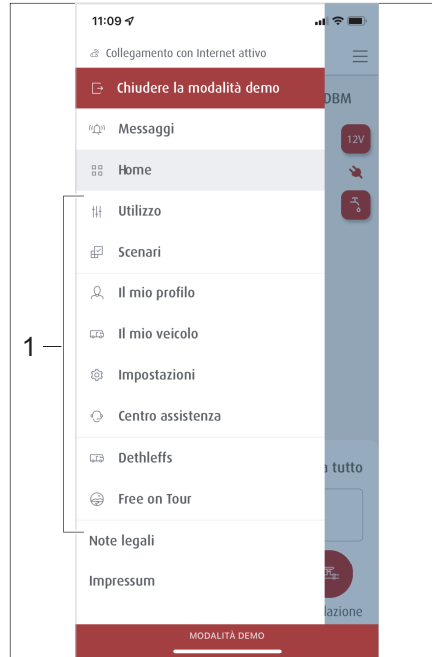

Fig. 290 Sottomenu
- Digitare, nell'area menu, il simbolo ☰. Vengono visualizzati i sottomenu (Fig. 290,1).
- Digitare nell'area menu *Scenari* (Fig. 290,1).
- Selezionare nei sottomenu (Fig. 290,1) il menu *Utilizzo*.
- Selezionare, nei sottomenu, (Fig. 290,1) il menu *Il mio veicolo*.